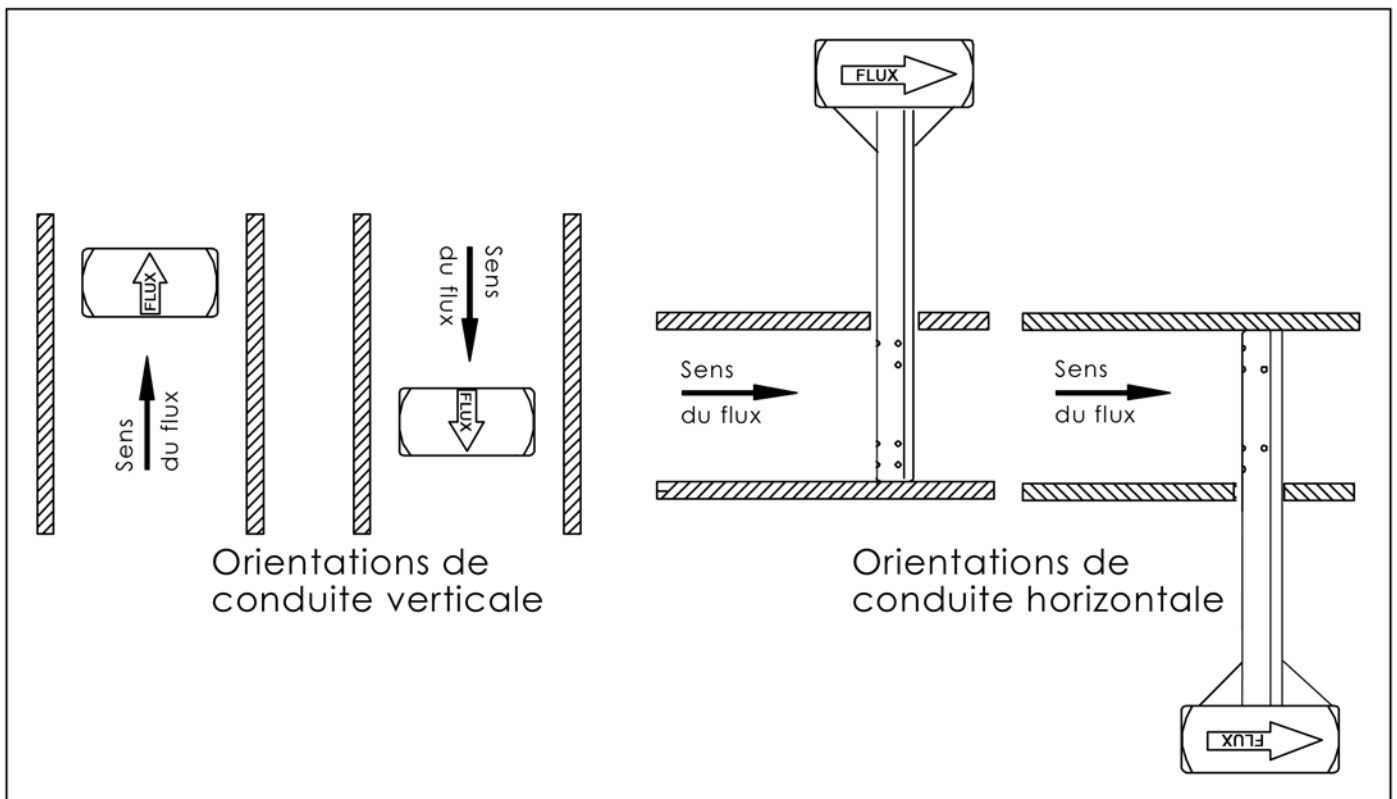

Figure 7. Orientation de la flèche de flux (« Flow »)
- Alignez la tête de la sonde de sorte que la flèche marquée « FLOW » (flux) sur la tête soit orientée dans le sens du flux dans la conduite dans une marge de 3° (figure 7). Maintenez la tête dans cette position pendant toute la suite de l'installation.